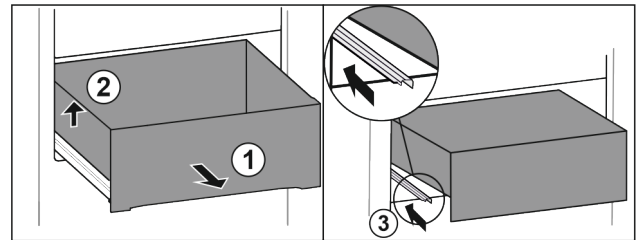

Fig. 87
- ▶ 将抽屉拉出至止挡。Fig. 87 (1)
- ▶ 抬起抽屉左侧。Fig. 87 (2)
- ▶ 推入左侧轨道。Fig. 87 (3)